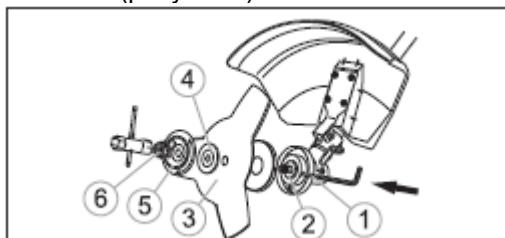

рисунок 5
- вставьте шестигранный ключ из комплекта в отверстие фланца 1 (рисунок 5) и заблокируйте шпиндель;
- установите на нижнюю планшайбу 2 (рисунок 5) триммерный нож 3 (рисунок 5);
- на нож установите верхнюю планшайбу 4 (рисунок 5) и крышку 5 (рисунок 5);
- надежно закрепите нож с помощью гайки 6 (рисунок 5).